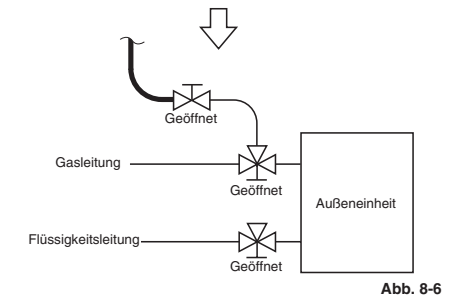

Abb. 8-6
- Wenn die zusätzliche Kühlmittelmenge nicht auf einmal eingefüllt werden kann, muss das restliche Kühlmittel in flüssiger Form am Wartungsventil der Gasleitung eingefüllt werden, wobei sich während des Probelaufs das System im Kühlmodus befinden muss. (Abb. 8-6)